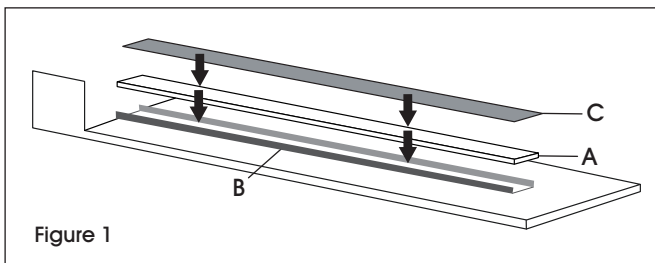

Figure 1
2. Place new silicone rubber pad (A) inside metal channel (B). (See Figure 1)
4. Apply the dark brown 10 mil Teflon Tape (C) to top of silicone rubber pad (A). (See Figure 1)
2. Placez le nouveau tampon en caoutchouc de silicone (A) à l'intérieur de la rainure en métal (B). (Voir Figure 1)
4. Posez le ruban adhésif en Teflon brun foncé de 10 mil (C) sur le tampon en caoutchouc de silicone (A). (Voir Figure 1)